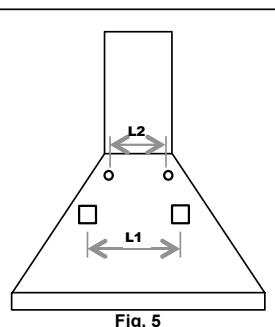

Fig. 5
- N.B. : Les systèmes de fixation a) et b) sont placés à l'arrière de la hotte dans les trous L1 (Fig. 5).